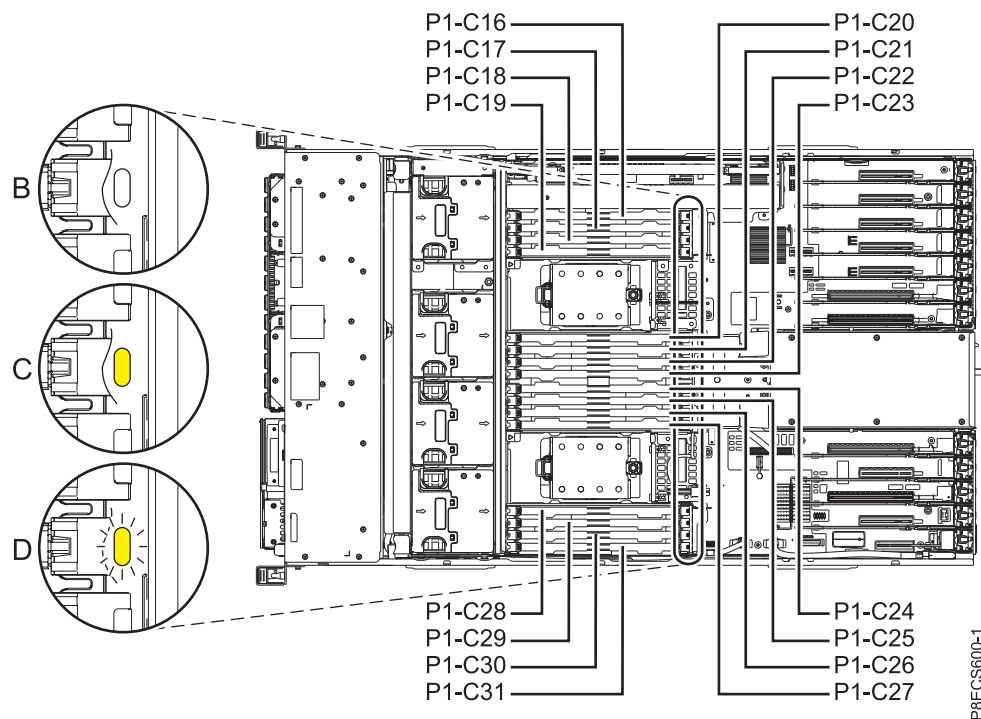

図 4. 8247-42L、8286-41A、または 8286-42A システムのメモリー・モジュールの位置およびサービス・インジケータ
1. 別の保守手順の途中でメモリー・モジュールを取り外す場合は、ステップ 3 (9 ページ) に進みます。メモリー・モジュール・スロットは、システム・バックプレーンにあります。メモリー・モジュール・スロットは、この手順に示されているとおりに保守カバーとエア・バッフルを取り外すと、見えます。システムに貼られているラベルは、メモリー・モジュールのロケーション・コードを示しています。 9 ページの図 4 は、8247-42L、8286-41A、または 8286-42A システムのメモリー・モジュールの位置およびサービス・インジケータを示しています。